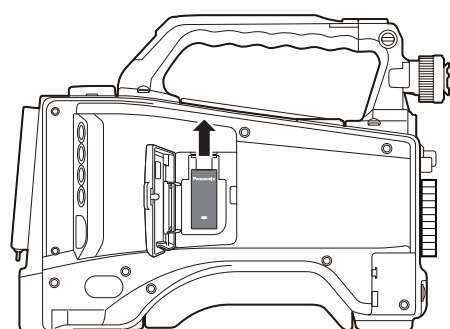
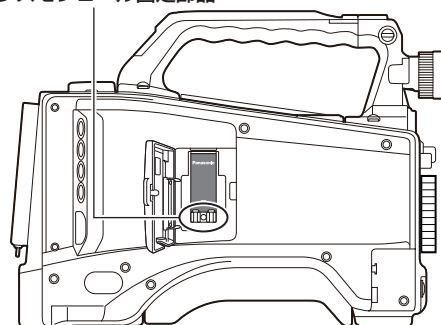

図 3
図 4
- 3 〈USB2.0〉 端子 (サブホスト) にワイヤレスモジュールをしっかり取り付ける。(図 3)
- 4 手順 2 で取り外したワイヤレスモジュール固定部品をねじで固定する。(図 4)
- 3 カバーの下部にある部品を矢印の方向に回転し (図 3)、USB 2.0 延長ケーブルがカバーの溝を通るようにして、カバーを閉める。(図 4)